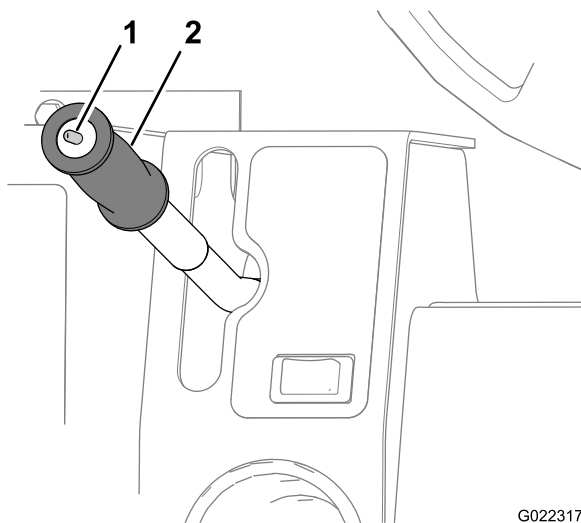

Figura 25
Questo selettore (Figura 25) controlla la modalità di funzionamento del motore idraulico e ha 2 posizioni: Trasporto e Lavoro. Selezionate la posizione di funzionamento desiderata. Premete il pulsante verso la parte posteriore (verso di voi) per impostare la velocità di Lavoro (W), o premete l'interruttore in avanti (lontano da voi) per impostare la velocità di Trasporto (I).